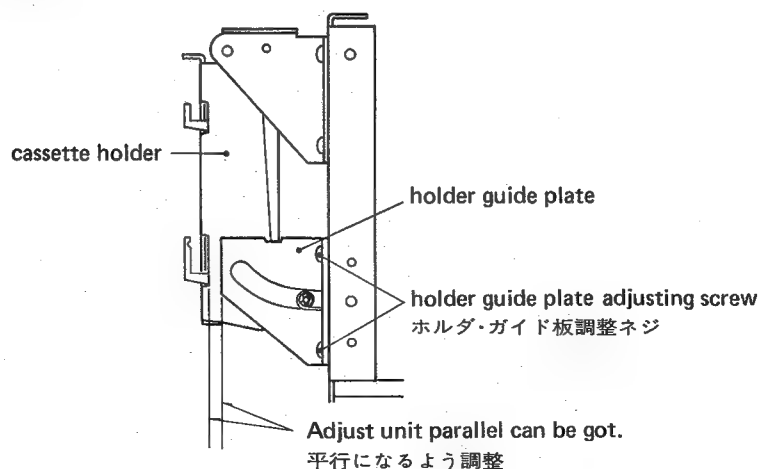

Fig. 4-9
1. Adjust the holder guide plate's mounting position so that when the cassette tape is inserted in which the cassette tape is inserted is closed, the parallel condition shown in fig. 4-9 is obtained.
1. カセットがそう入されたカセット・ホルダを閉じて、図 4-9 に示す平行状態が得られるようにホルダ・ガイド板の取付位置を調整する。